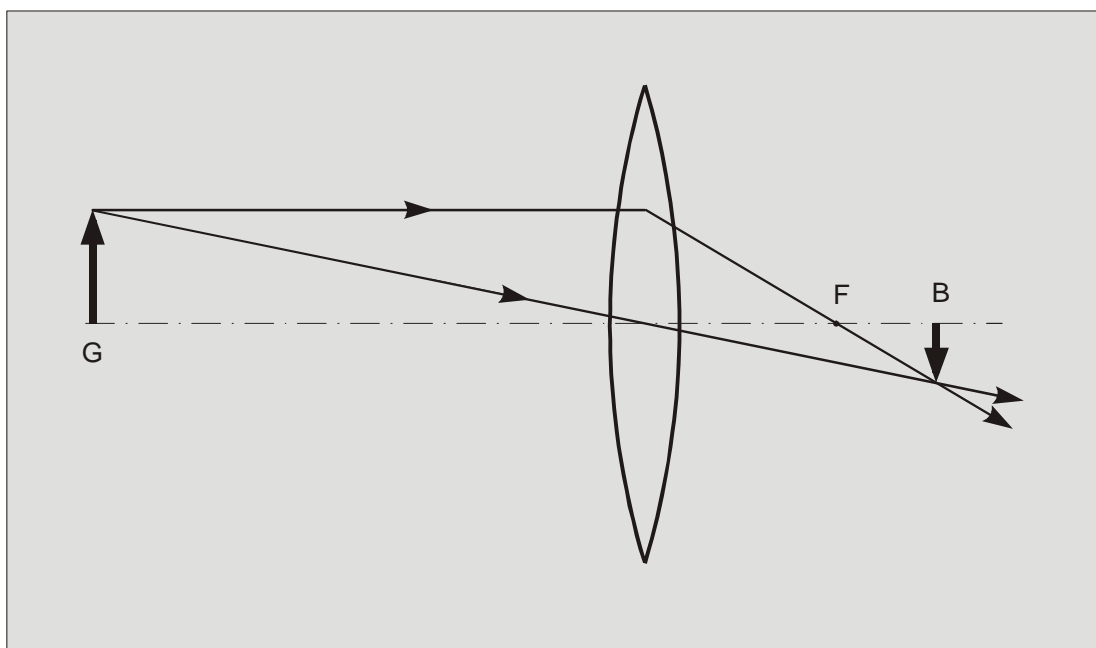

Abb. 4: Die Linse erzeugt ein Bild des Gegenstands
Die hier beschriebenen Eigenschaften einer Sammellinse ermöglichen die Abbildung eines Gegenstandes. In Abbildung 4 möge der Pfeil links der abzubildende Gegenstand (G) sein. Von seiner Spitze aus zeichnen Sie einen Parallelstrahl und einen Mittelpunktstrahl bis zur Mittelebene der Linse und führen sie entsprechend den eben dargestellten Strahlverläufen weiter. Wo sich die beiden Strahlen schneiden, befindet sich die Pfeilspitze des Bildes (B).